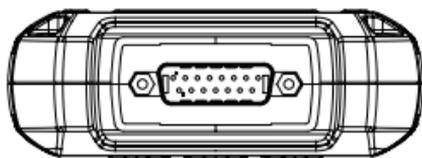

Figura 2.1.2
7. Conector Macho DB15: O conector é para você conectar o cabo de diagnóstico OBD-II e o cabo de teste de bateria. (Veja Figura 2.1.2)